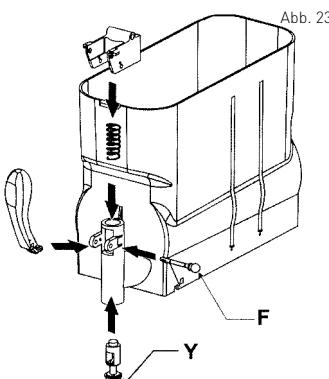

Abb. 23
- Schieben Sie den Bolzen (F) ein, den Hahnhebel zurückhaltend (siehe: Abb. 23).
- Wechseln Sie den Dichtungsring des Hahns (C) aus, wenn er verschlissen ist oder leckt.